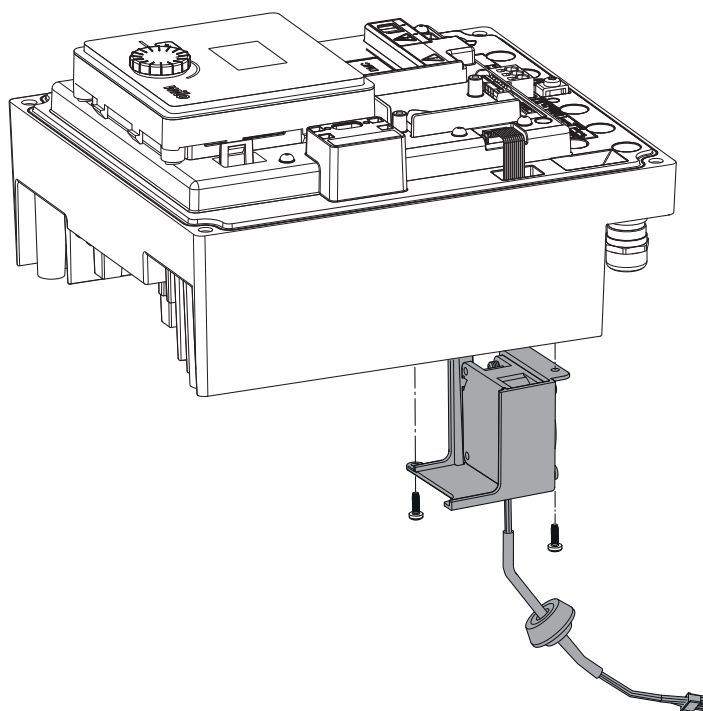

Fig. 45: Αφαιρέστε τον ανεμιστήρα στοιχείου μαζί με το καλώδιο και την ελαστική στεγανοποίηση
- Ανοίξτε το κάλυμμα της ηλεκτρονικής μονάδας. (Fig. 45).